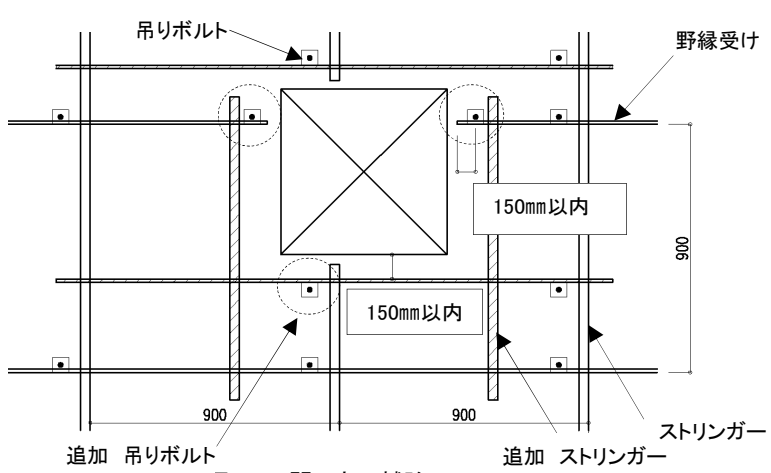

図 7-2 開口部の補強
- 2) 照明器具等で野縁受けが切断される場合（図7-2参照）